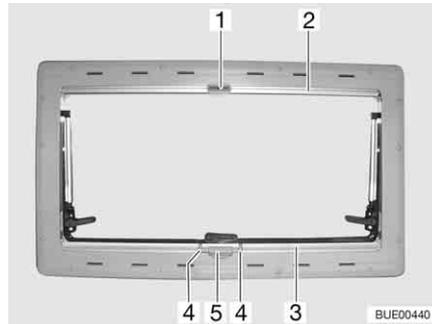

Bild 64 Ausstellfenster
- Griff (Bild 64,4) zusammendrücken und Verdunklungsrollo (Bild 64,3) von unten nach oben bis zur gewünschten Höhe ziehen.
- Griff (Bild 64,4) zusammendrücken. Die Arretierung wird gelöst.
- Das Verdunklungsrollo (Bild 64,3) langsam in Ausgangsstellung zurückführen.
- Insektenschutzrollo (Bild 64,2) nach unten ziehen, bis es am Verdunklungsrollo (Bild 64,3) anstößt und der Verschlussriegel (Bild 64,1) in die Verriegelung (Bild 64,5) einrastet.
- Den Verschlussriegel (Bild 64,1) lösen.